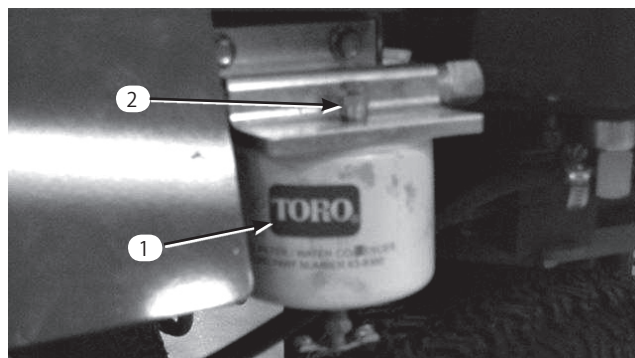

図34
2. 燃料フィルタ/水セパレータについているエア抜きネジをゆるめる（図34）